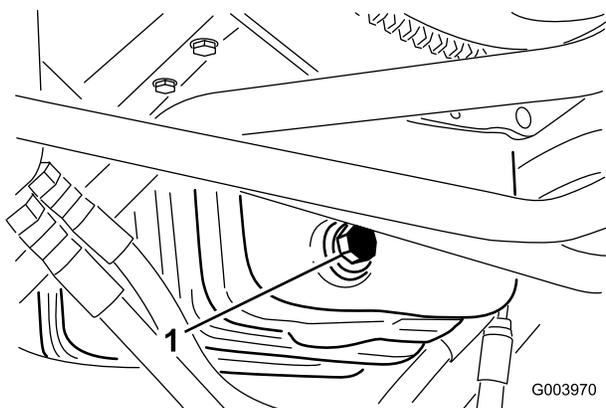

Рисунок 53
1. Снимите сливную пробку (Рисунок 53) и дайте маслу стечь в сливной поддон.